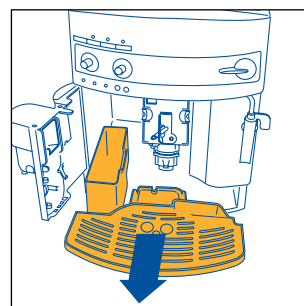

Рис. 16
ПРИМЕЧАНИЕ 7: кофеварка подсчитывает количество чашек воды, которые были приготовлены. Каждые 14 маленьких чашек (или 7 больших) ☕ загорается индикатор (гл. 12, пункт 3), предупреждая, что кассета для кофейной гущи заполнена и ее необходимо вытряхнуть и прочистить. До очистки кассеты для гущи лампа остается горячей, а кофеварка больше не готовит кофе. Для того, чтобы произвести очистку, откройте дверцу для обслуживания, расположенную в передней части, потянув за специальную ручку, рис. 15; загорится мигающий индикатор ⚠ , см. пар.12, п. 9, затем извлеките ванночку для сбора воды, рис. 16, слейте и очистите ее.
- извлеките ванночку для сбора воды и кассету для гуши, рис. 16 и промойте их;